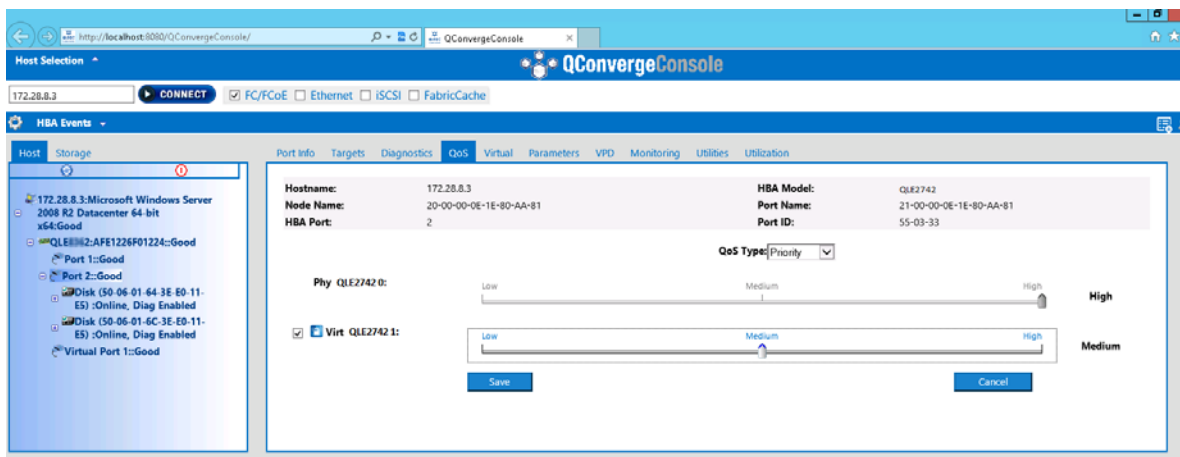

Figura 3-38. Alterar a prioridade da vPort usando a interface gráfica do QConvergeConsole
9. Clique em **Save** (Salvar). A Figura 3-38 mostra um exemplo.